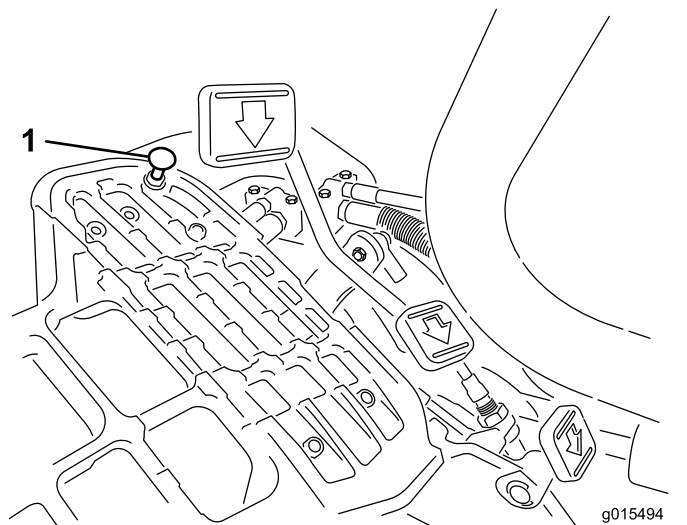

Figure 36
Pour obtenir la vitesse de transport maximale, placez le sélecteur de fonction en position TRANSPORT et appuyez sur la pédale de déplacement. Si la pédale arrive en butée (Figure 36) avant que la tension soit ressentie sur le câble, procédez au réglage suivant :
1. Placez le sélecteur de fonction à la position TRANSPORT et desserrez le contre-écrou qui fixe la butée de la pédale au plancher (Figure 36).